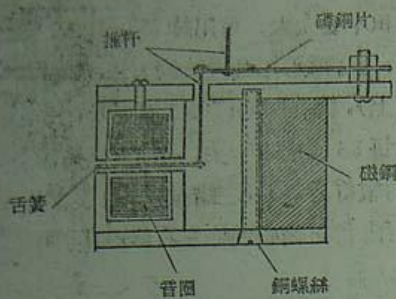
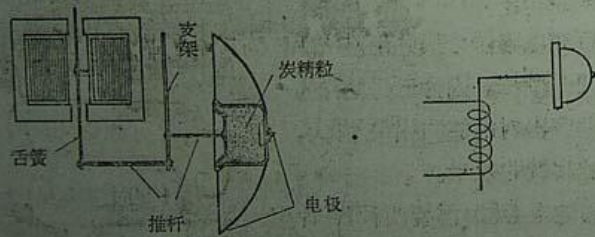

图 33
图 34
1. 作音頻放大的那只舌簧喇叭，需要把紙盆鉄架全部拆下(如图 33)，然后再把原音圈上的漆包綫拆下，用綫徑为 0.16 毫米(38 号)的漆包綫繞滿，使直流电阻在 80 欧姆—150 欧姆之間，再将支持舌簧片的磷銅彈簧板減薄，同时尽量地縮短磁极間的空隙长度，并使舌簧片位于磁板正中央，全部弄好后，把推杆焊到炭精話筒的振动膜上(如图 34)。